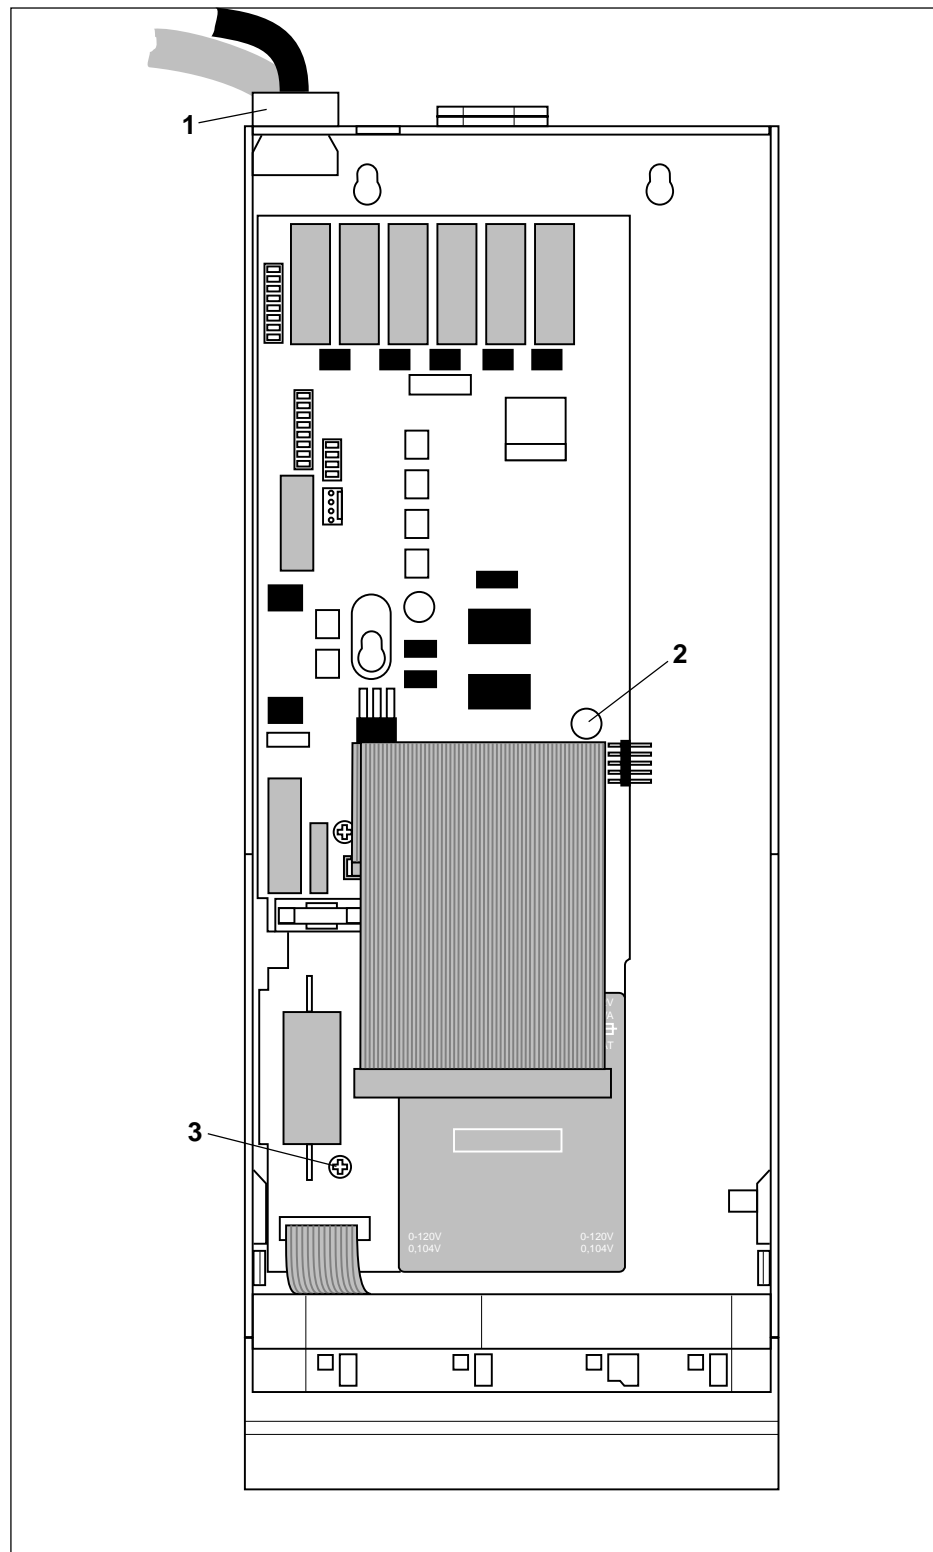

Abb. 20: Anschlußmodul austauschen
- Blindstopfen (1) aus dem Gehäuse ziehen, falls vorhanden, dann Kabel aus den Kabeldurchführungen im Gehäuse nach vorne herausziehen. (Abb. 20)
- Schrauben (2+3) entfernen, (Abb. 20),